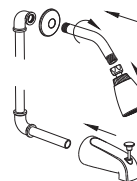

Fig.7
- 7 A. Pour l'installation de douche et de baignoire, connectez la sortie inférieure au bec de la baignoire et la sortie supérieure au bras de la douche à l'aide des raccords appropriés (voir la Fig. 7).